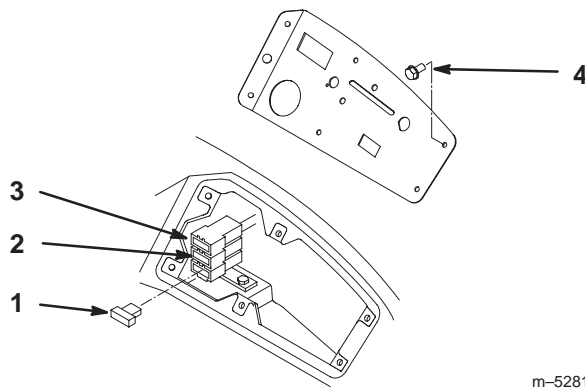

Figure 90
1. Enlevez les vis du tableau de bord pour accéder au porte-fusibles (Fig. 90).
2. Pour remplacer un fusible, tirez dessus pour l'enlever (Fig. 90).